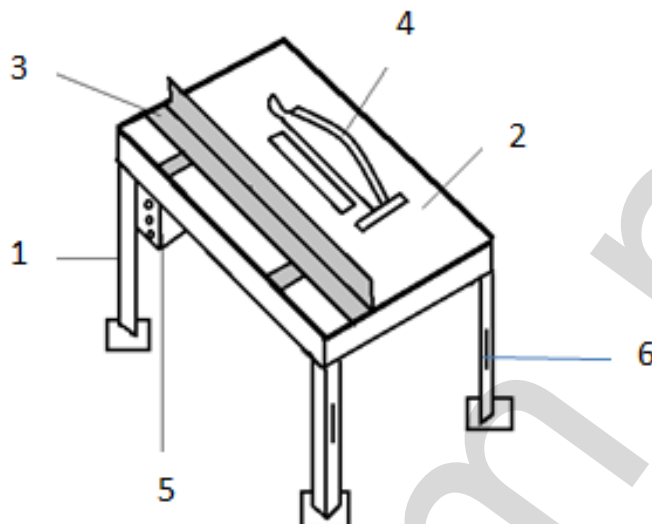
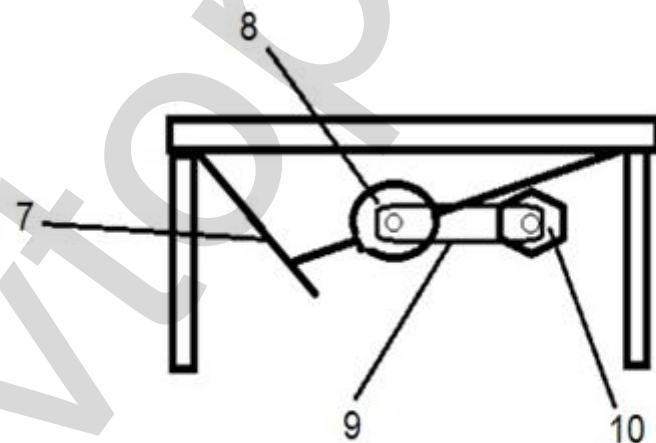

Рис.1
Рис.2
1.6.1 Устройство станка показано на рис. 1, рис.2